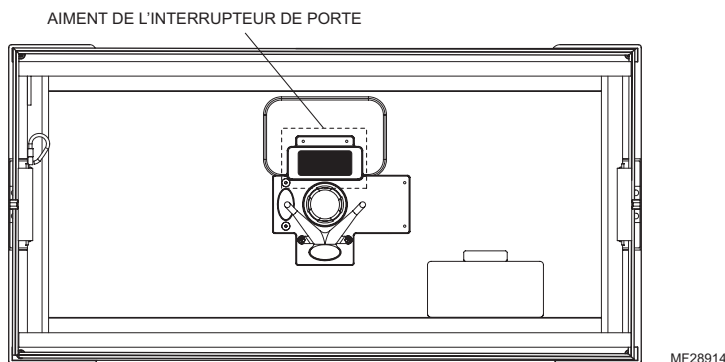

Fig. 16. Aimant de l'interrupteur de la porte.
- a. Attacher la porte de l'épurateur d'air amélioré de Honeywell à l'armoire. Un aimant dans la porte (voir Fig. 16) est utilisé pour activer un interrupteur de sécurité dans l'alimentation lorsque la porte est installée. L'électricité n'active pas l'épurateur d'air à moins que l'interrupteur de sécurité soit activé.
REMARQUE : Un aimant dans la porte (voir Fig. 16 page 19) est utilisé pour activer un interrupteur de sécurité dans l'alimentation lorsque la porte est installée. L'électricité n'active pas l'épurateur d'air à moins que l'interrupteur de sécurité soit activé.